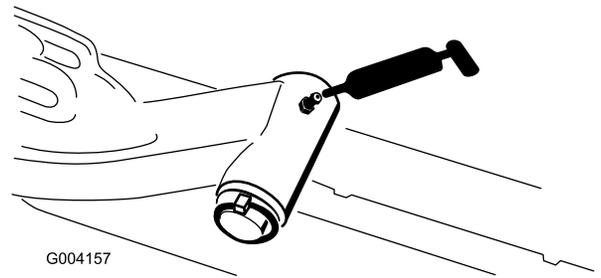

Figura 55
- Eje pivotante del brazo de elevación (1 en cada) (Figura 55)